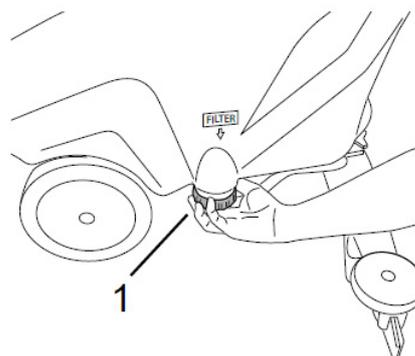

Abb. 14: Wasser/Reinigungsmitteltank
Schritt 3: Den Tank durch Abschrauben der Filterbaugruppe (Pos. 1, Abb. 14) entleeren.
Die Filterkappe abschrauben, die Filter-Schlauchverbindung (Pos. 1, Abb. 14) herausnehmen, dann unter fließendem Wasser oder mit dem für die Maschine verwendeten Reinigungsmittel waschen.